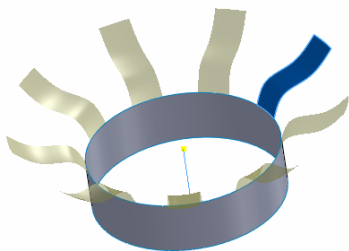

图 7-151 旋转曲面
⑤ 或者在 、、 微调框中指定原点在 X 轴、Y 轴、Z 轴方向移动的距离，然后在 、、 微调框中指定曲面绕 X、Y、Z 轴旋转的角度。此时在右面的图形区域中可以预览曲面复制/旋转的效果，如图 7-151 所示。
⑥ 单击 按钮，完成曲面的旋转/复制。